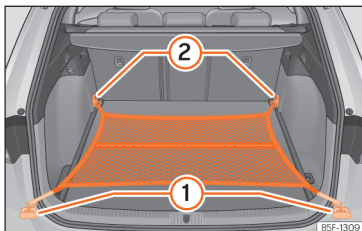

Abb. 132 Im Gepäckraum: flach eingehängtes Gepäckraumnetz.
- Hängen Sie die Haken in die Verzurrösen (1) und (2) » Abb. 132 ein » ⚠. Der Reißverschluss des Gepäckraumnetzes muss dabei nach oben zeigen.